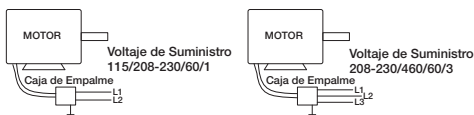

Figura 2 — Diagrama de Cableado Típico
NOTA: Consulte la Figura 2 para conocer el diagrama de cableado de conexión.
4. Monte y conecte el interruptor de desconexión segura en el bastidor motriz o fuera de la tapa de la base de montaje fija y conecte el motor según el diagrama de cableado del motor. Conecte los interruptores de control a nivel del suelo. Consulte la Figura 2 anterior para conocer el diagrama de cableado.